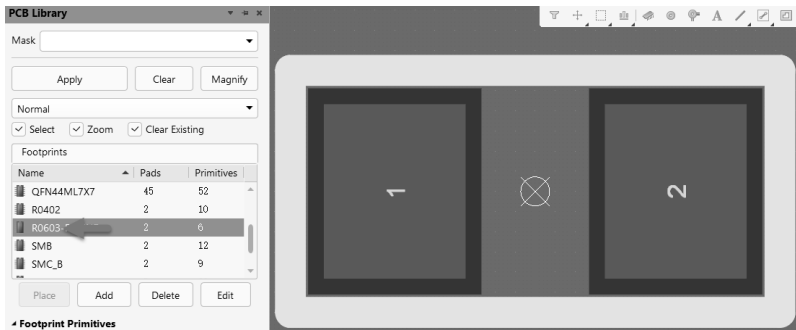

图 3-71 0603R 电阻封装
- (1) 打开封装库，找到 0603R 电阻封装，如图 3-71 所示。